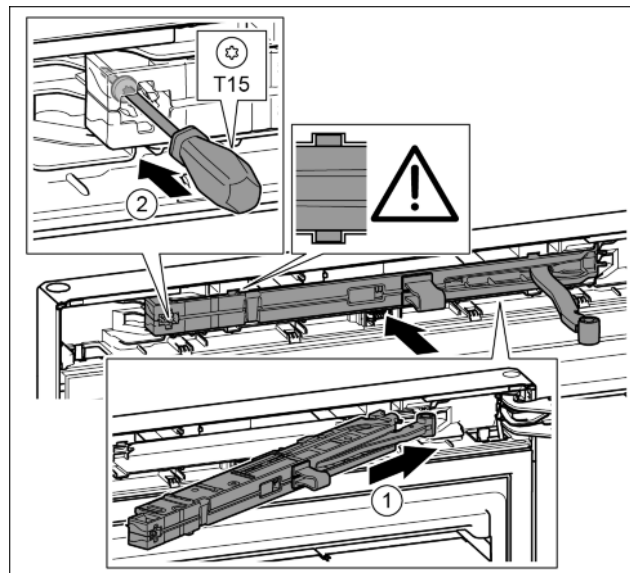

Fig. 48
- ▶ Sluitdempereenheid aan de zijde van de lagerbus tot de aanslag schuin in de uitsparing schuiven. Fig. 48 (1)
- ▶ Schroef met een schroevendraaier T15 vastschroeven. Fig. 48 (2)